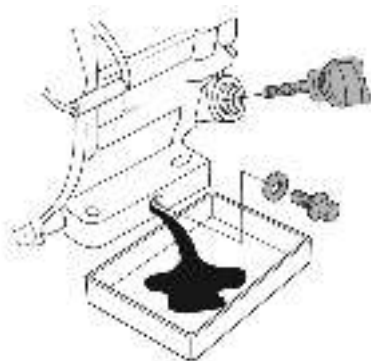

Рис. 22 Замена масла в двигателе
4. Очистите от загрязнений зону вокруг маслосливной горловины. Извлеките крышку-щуп из маслосливной горловины (Рис. 22) и протрите щуп чистой ветошью.
5. Открутите пробку для слива масла и слейте отработанное масло в подготовленную для этого емкость (Рис. 22).